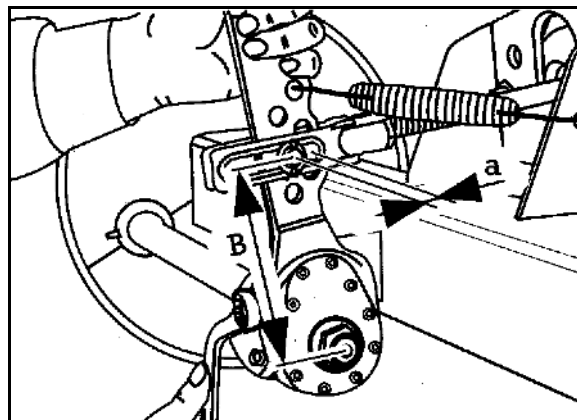

Рис. 140
1. Выверните болты и снимите оба защитных кожуха (Рис. 140/1) с внутренней стороны тормозного барабана.
Грязь может скапливаться на тормозных накладках (Рис. 140/2) и значительно снижать эффективность торможения.